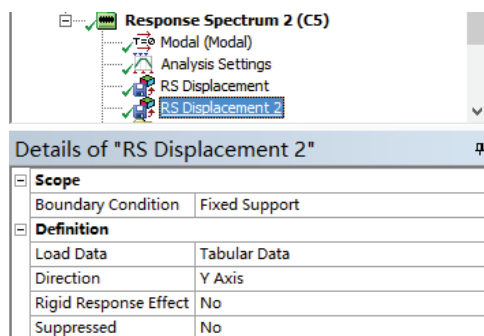
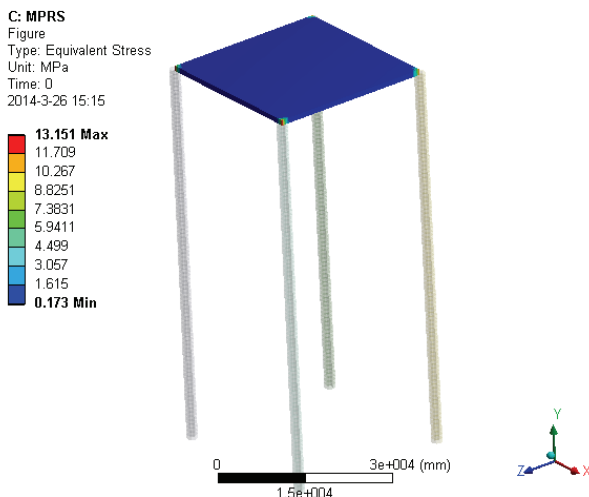

图 12-24 Y 向激励设置
图 12-25 等效应力云图
4) 在 Outline 树结构图中的 Equivalent Stress 上单击右键, 在弹出的快捷菜单中选择 Evaluate All Results, 如图 12-24 所示, 此时进行求解, 求解后得到的图形如图 12-25 所示。